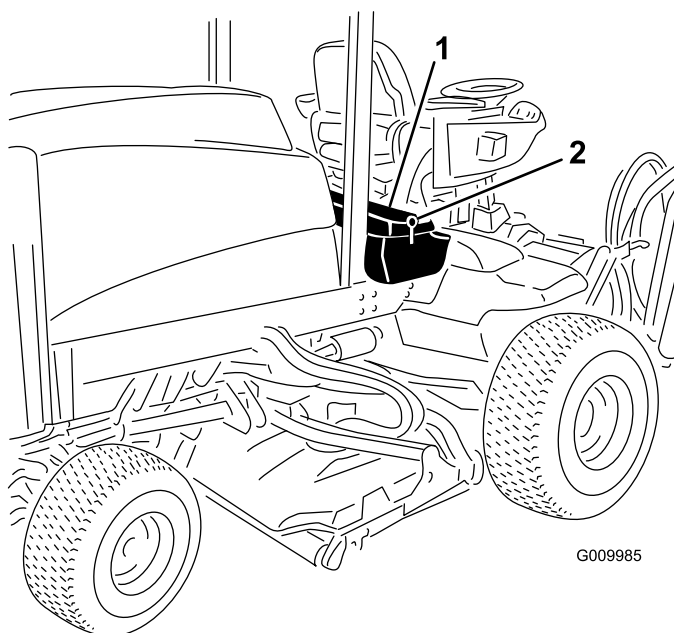
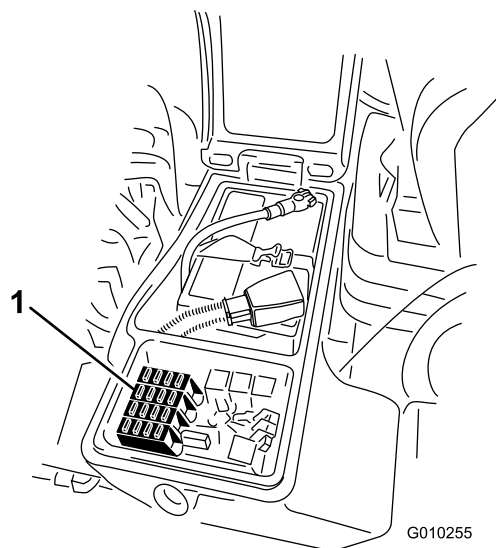

Figura 94
Figura 95
(Figura 94) per esporre il portafusibili (Figura 95).
2. Sostituite il fusibile aperto (o fusibili aperti) come opportuno (Figura 95).
3. Chiudete il coperchio del vano portaoggetti di destra e fissatelo con il dispositivo di chiusura (Figura 94).